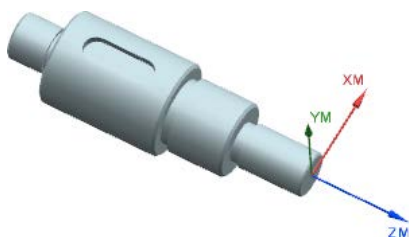

图 9.3 创建机床坐标系
Step2. 在图形区观察机床坐标系方位, 若无需调整, 在“MCS 主轴”对话框中单击 按钮, 完成机床坐标系的创建, 如图 9.3 所示。